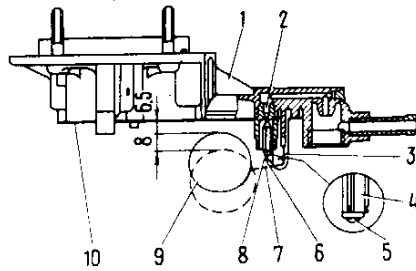

Fig. 36. Registrazione livello carburante nella vaschetta del carburatore:
- verificare che il galleggiante 9 (fig. 36) insieme con la leva 7 pesi 12 ± 1 g, giri liberamente sull'asse e non sia danneggiato;